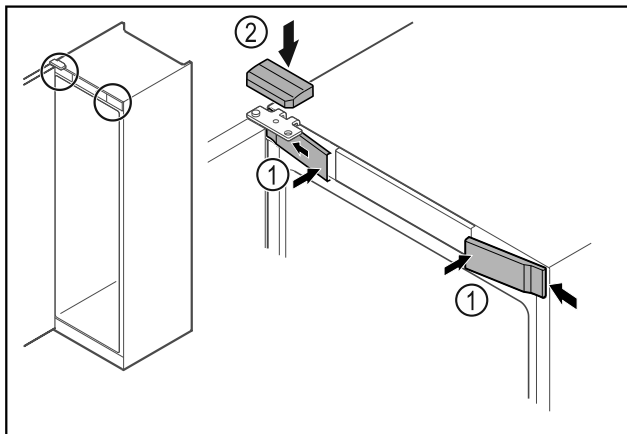

Fig. 68
- ▶ Зацепите скобу и защелкните передние крышки Fig. 68 (1).
- ▶ Защелкните верхнюю крышку Fig. 68 (2) сверху.